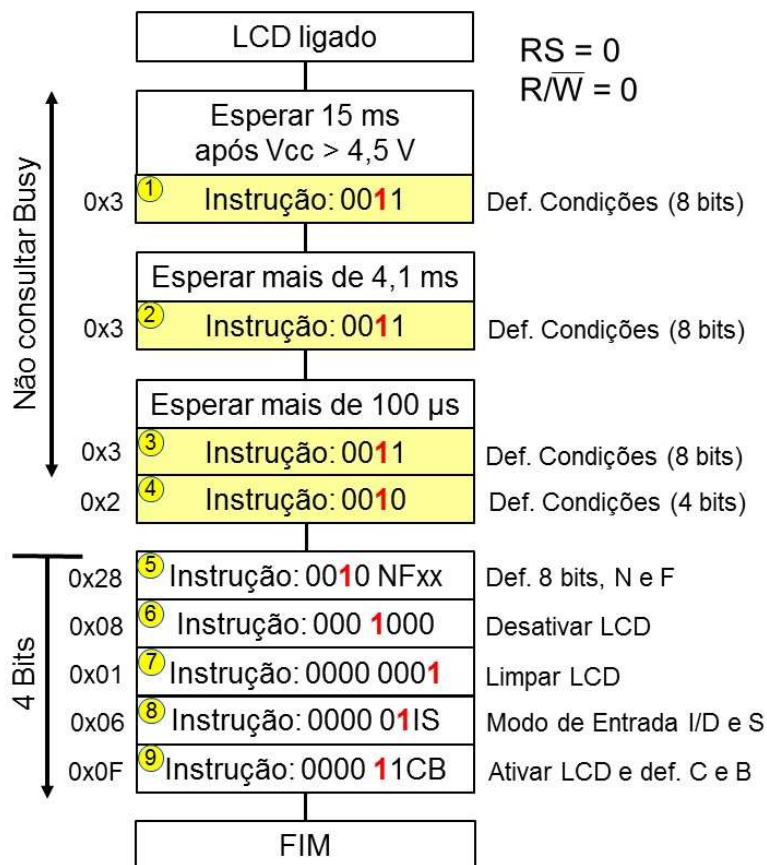

Figura 13 - Inicialização do mostrador LCD via software para barramento de 4 bits.
**Exercício 7:** Escreva a função `lcdInit()` que inicializa o LCD seguindo o diagrama da Figura 13. Note que você irá utilizar a função `lcdWriteNibble` três vezes para garantir que o LCD parte de um estado conhecido, ou seja, do modo 8 bits. Em seguida, coloca-se o LCD em modo 4 bits chamando a função `lcdWriteNibble` uma quarta vez. A partir daí devemos usar apenas a função `lcdWriteByte` para escrever as próximas instruções. Lembre-se que toda instrução é escrita com RS = 0, ou seja, `isChar = 0`.
Iremos repetir o exercício anterior usando a técnica de *bit-banging*. Este exercício é importante pois nem todos os microcontroladores disponíveis no mercado possuem interfaces de comunicação serial dedicada. Você pode usar os mesmos pinos do exercício anterior, porém em modo GPIO. Mantenha a mesma taxa de transferência que os exercícios anteriores. A recepção dos dados deve ser feita no centro da janela (temporal) de cada bit, conforme a figura 13, pois assim se evita erros de recepção caso os dispositivos estejam ligeiramente fora de sincronia.